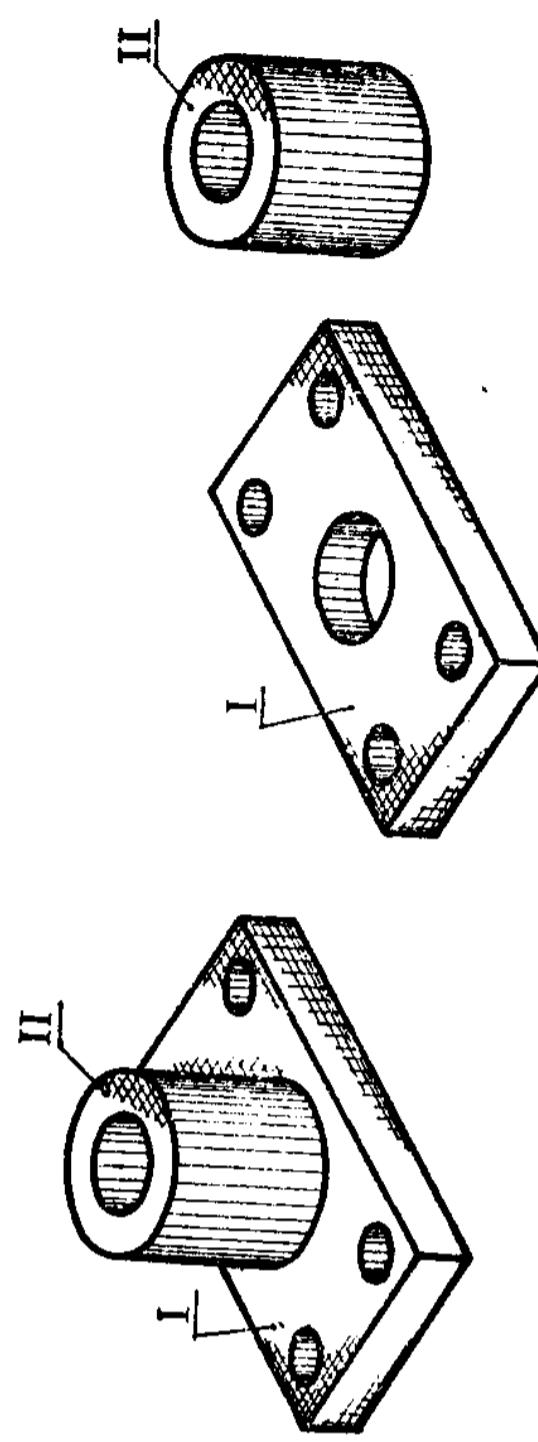

图 1—24
组成机件的基本体有时是不完整的。图 1—24 所示轴承的底座 (I) 和圆筒 (II)，都是基本体被切掉的一部分，这样的物体称为切割体。熟悉切割体的视图特征也是看懂图形的一个重要条件。